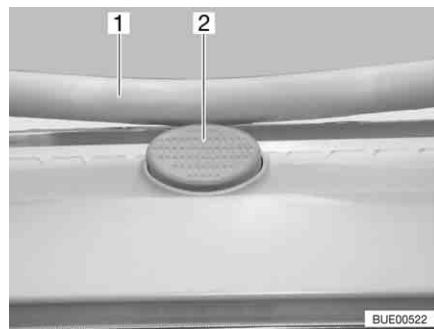

Fig. 70 Bottone di sicurezza sull'oblò Heki
- Premere il bottone di sicurezza (Fig. 70,2) e tirare verso il basso la staffa (Fig. 70,1) con entrambe le mani.
- Premere la staffa verso l'alto con ambedue le mani, finché la staffa non poggia al di sopra del bottone di sicurezza (Fig. 70,2).